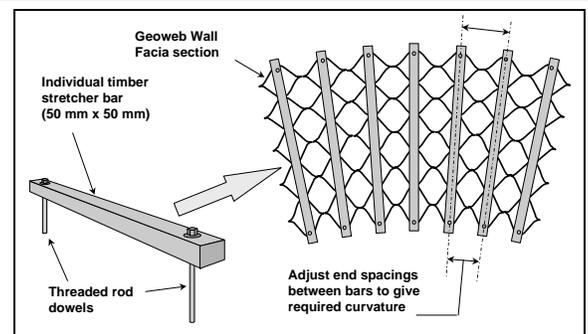
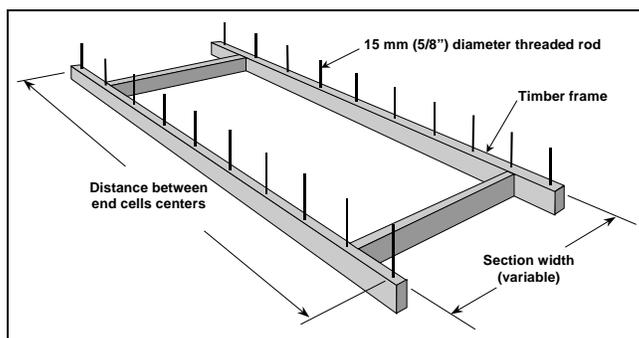
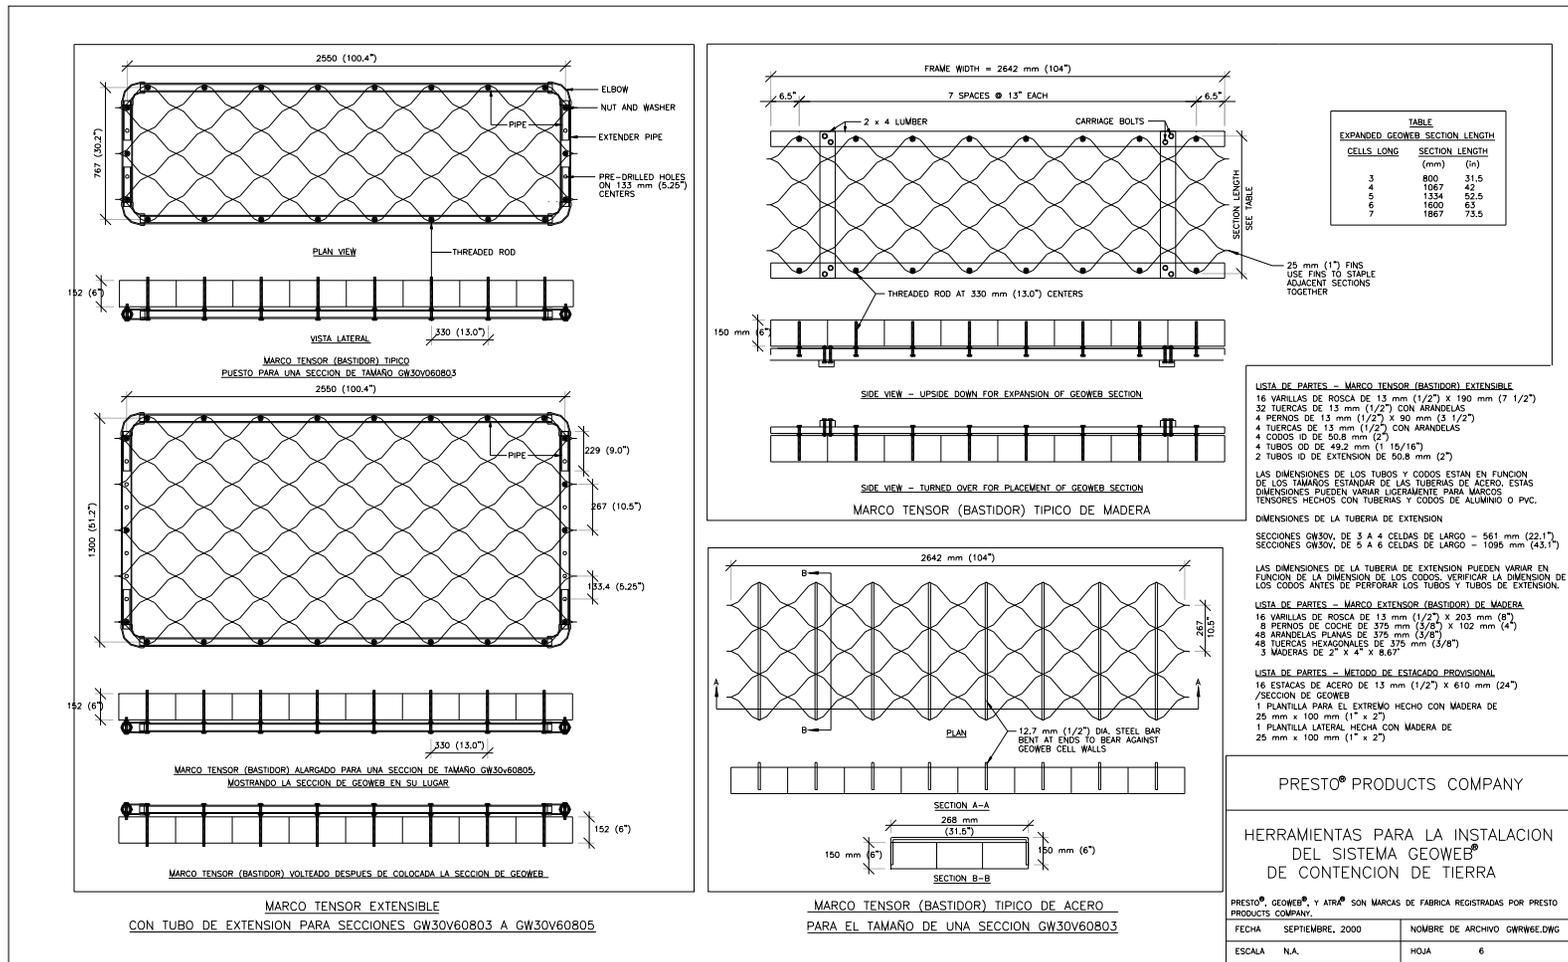

Figura 2 Barras Tensoras para Secciones de Muro Rectas y Curvas
Figura 3 Marco Tensor o Bastidor
Figura 12 Detalles de Marcos y Barras Tensoras
| Figura 2 Barras Tensoras para Secciones de Muro Rectas y Curvas | 1 |
| Figura 3 Marco Tensor o Bastidor | 1 |
- **Alternativa 1:** Tanto para alineamientos rectos como curvos, insertar una serie de barras tensoras en las secciones de Geoweb® extendidas, colocarlas en su ubicación final y llenarlas. Ver Figura 2 y Figura 12.
- **Alternativa 2:** Estirar la sección de Geoweb® y acomodarla sobre las varillas de un bastidor del tamaño adecuado. Ver Figura 3 y Figura 12. Voltar el bastidor y ubicar la sección para llenarla de material. Cuando la sección está llena, sacar el bastidor y repetir el proceso.